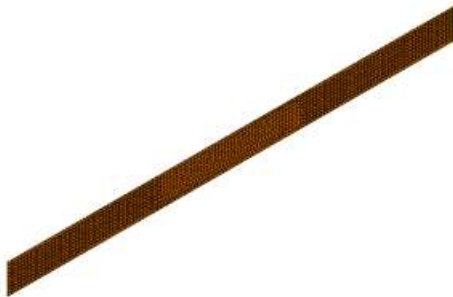

Рисунок 6.5 – Модель з KE сіткою
- Натисніть «ОК» щоб прийняти глобальний розмір і допуск «по умолчанию» (рис. 6.5).